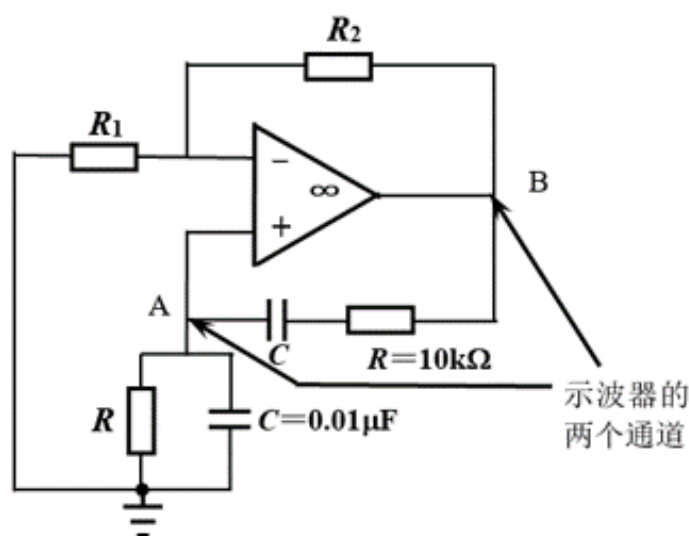

图 3 正弦波发生器的电路原理图
β 由文氏电路和三倍同相比例放大器组成一个正弦波发生器如图 3 所示。
- (1) 回答：为什么第 2 部分需要设计放大倍数为 3 的同相比例放大器？
- (2) 给出仿真电路图。
- (3) 给出示波器显示的波形（图 3 中给出了示波器两个通道的接入点）。图中需要用游标测出周期和峰值。在振荡波形不失真的条件下（通过调节 R_2 达到要求），将 2 个游标分别移至正弦波的 2 个相邻的最大值处，从而显示正弦波的峰值和周期。
- (4) 在上一步的基础上要想获得 2 倍频率的正弦波，给出一种解决方案。仿真验证你的解决方案。给出示波器显示的波形。图中需要用游标测出周期和峰值。